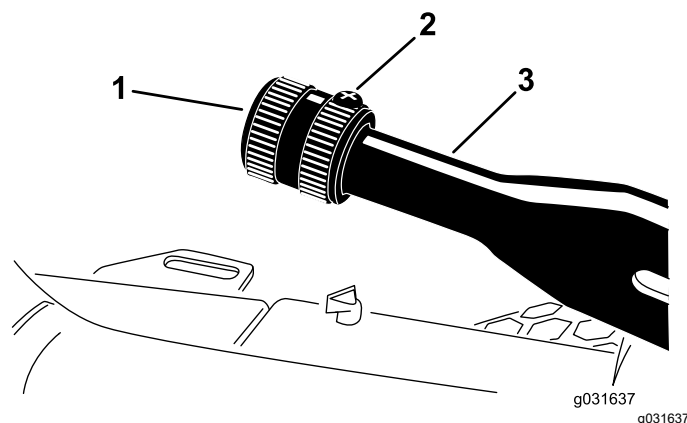

Figura 61
1. Slăbiți urubul care fixează butonul pe maneta frânei de parcare (Figura 61).